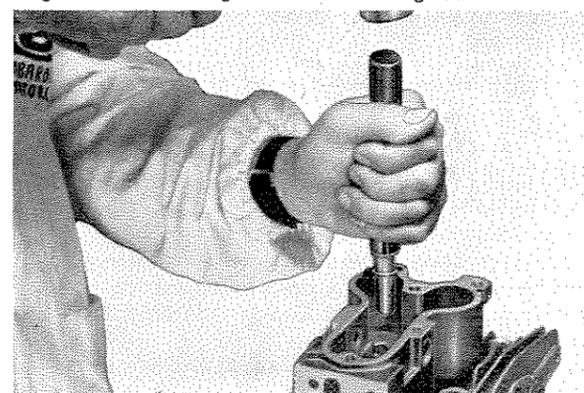

Fig. 11 - Montaggio guida valvola
- forzare con punzone la nuova guida munita di anellino di arresto (fig. 11) agendo dal lato bilancieri.